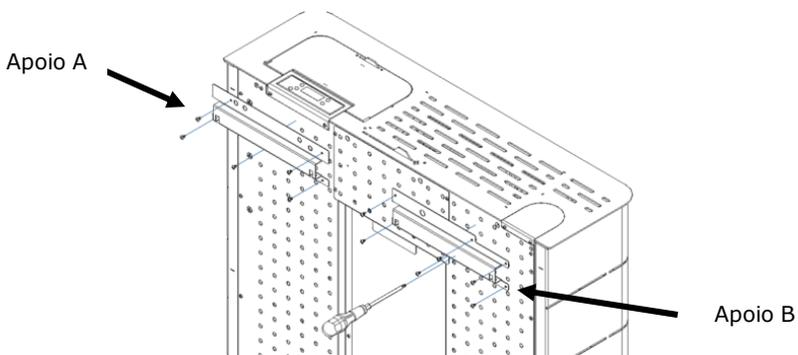

Figura 102 - Fixação dos apoios A e B
a) Fixar as calhas de apoio A e B no equipamento utilizando 11 parafusos A tal como demonstra a Figura 102 (atenção a posição dos apoios).